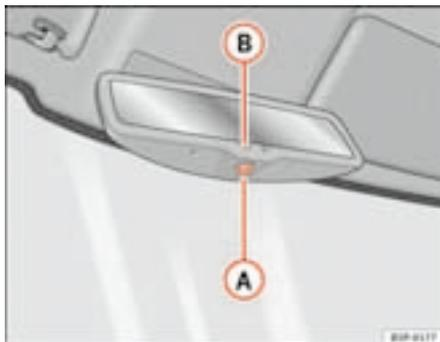

Fig. 85 Retrovisor interior con ajuste automático para posición antideslumbrante.
- Pulse la tecla **A** ⇒ fig. 85. El testigo de control **B** se apaga.
- Pulse la tecla **A** ⇒ fig. 85. El testigo de control se enciende.